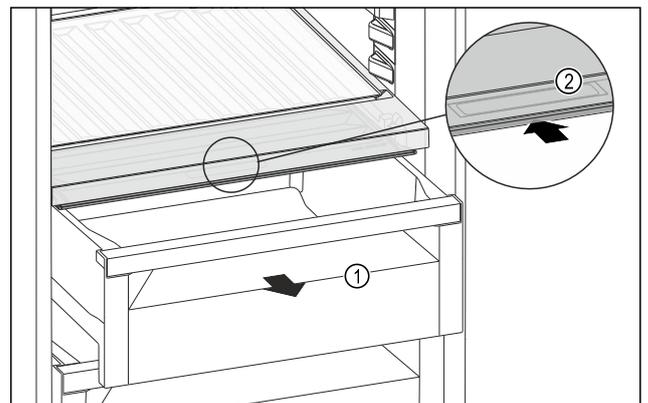

Fig. 171
- ▶ Schubfach Fig. 171 (1) herausziehen.
- ▶ Griffmulde *Fig. 171 (2)* am Fachdeckel anfassen und Fachdeckel gleichzeitig nach hinten schieben.